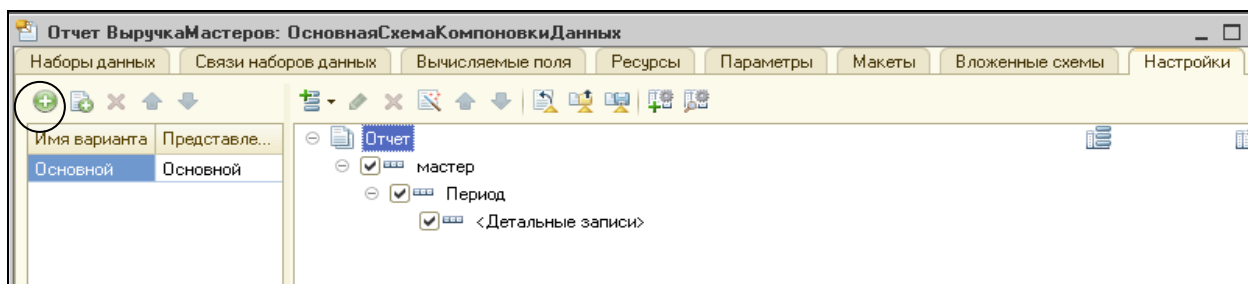

Рисунок 4.36 Первоначальный вид настройки отчета ВыручкаМастеров
2. Сделать активной закладку **Настройки**. В левой части окна настройки отображается список вариантов отчета (рис. 4.36). В данном списке имеется только основной вариант.